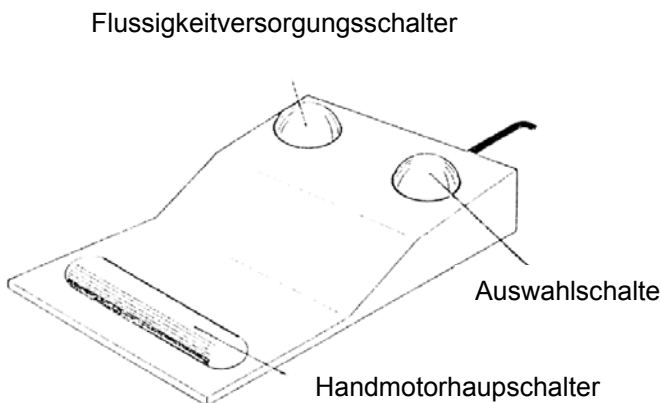
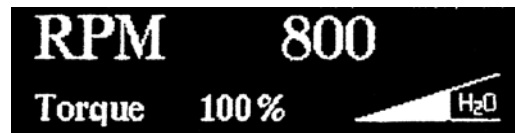

Fig.13
Fig.14
4. Starten Sie das Programm, indem Sie den Auswahlschalter des Fußschalters betätigen-siehe Abbildung 13. Auf der Anzeige erscheinen die vom Hersteller eingestellten Parameter. Das Beispiel in Abb. 14 informiert Sie über die Ausgangsdrehzahl=800 RPM, Ausgangsdrehmoment = 100% der Maximalleistung und die Flüssigkeitsversorgung = ca. 50 % der maximalen Versorgung.